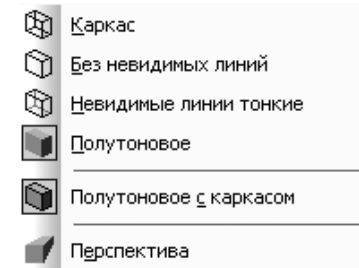

Рис. 2.12. Всплывающее меню пункта **Отображение** выпадающего меню пункта **Вид** главного меню
- **Отображение** вызывает всплывающее меню, показанное на рис. 2.12.